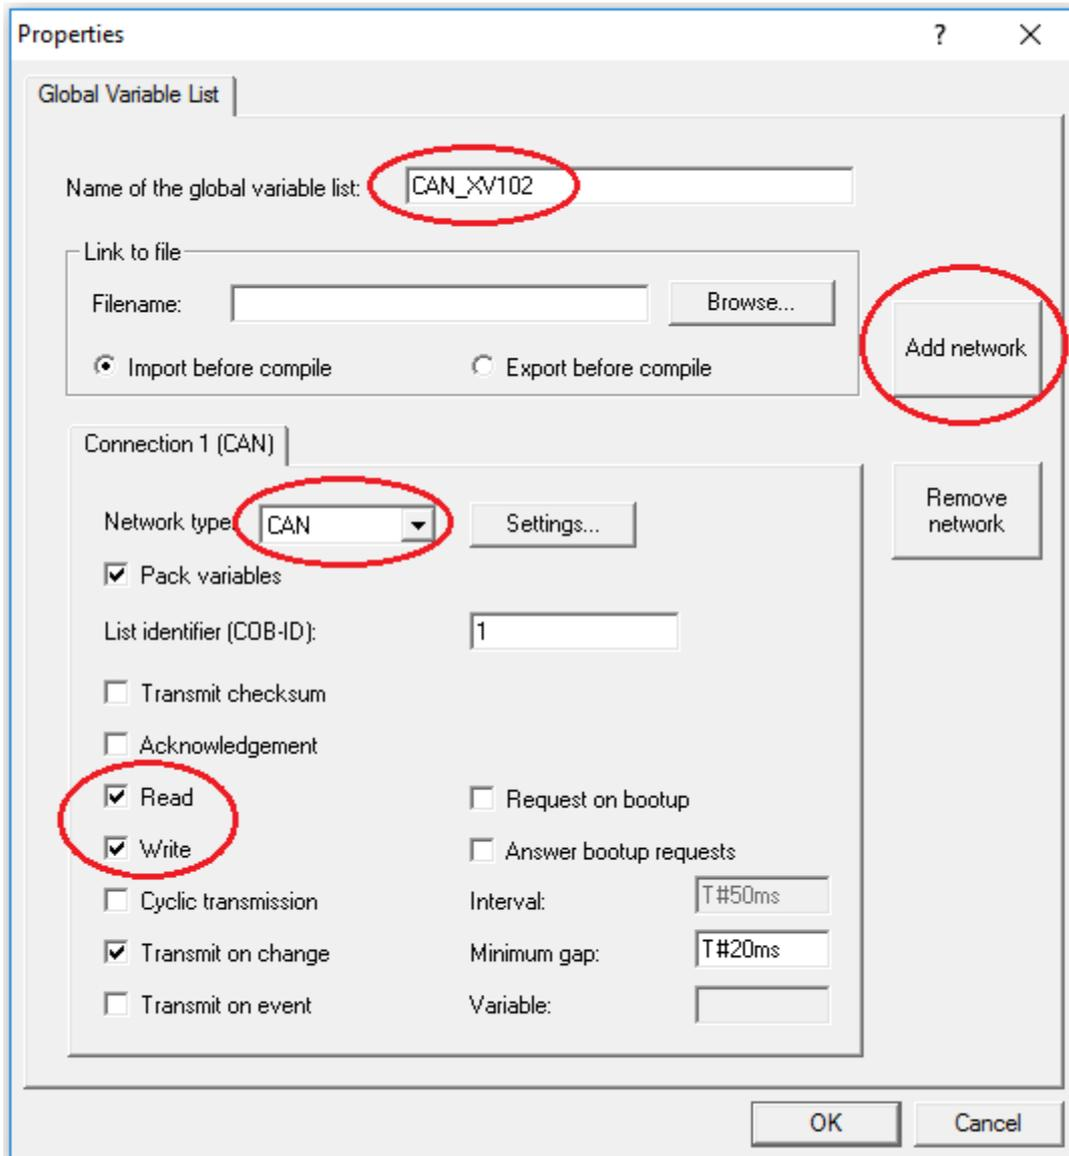

Рис. 45. Добавление нового объекта в глобальные переменные
6. *Объявите переменные передачи данных по CAN Open.* Перейдите на вкладку «Ресурсы» (Resources), и далее в подраздел «Глобальные переменные» (Global_Variables). Кликните правой клавишей мыши по разделу (папке) глобальных переменных добавьте новый объект с настройками как на рис. 45.